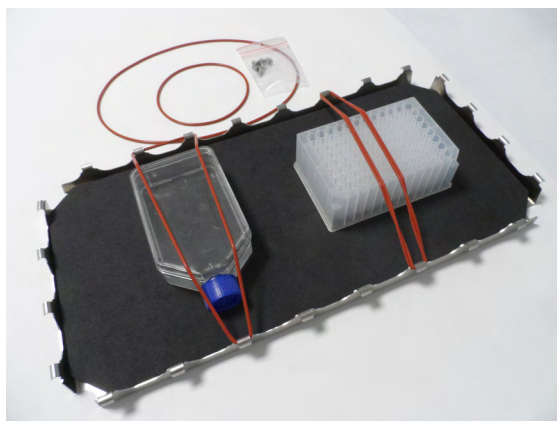

図 94: 培養容器がOリングで取り付けられたユーティリティトレイ
1. ユーティリティトレイ②をプラットフォームの上に載せます。
3. ユーティリティトレイに付属のネジ③で、ユーティリティトレイ②を固定します。
4. ゴム製マット①をトレイ②に敷きます。
5. 図 94に示すように、振とうするボトルをトレイに置き、付属のOリング④で固定します。